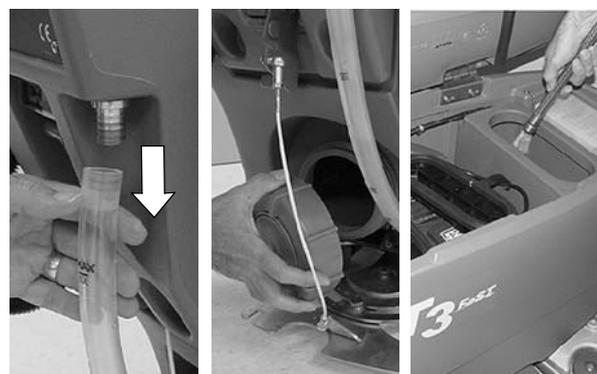

ABB. 44
4. Entleeren Sie den Frischwassertank und spülen Sie ihn, falls erforderlich, mit Wasser aus (maximal 60 °C) (Abbildung 44).